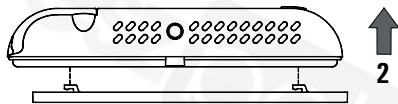

Fig. 1
- 1 Dérocher la plaque murale enfoncée sous la base du chronothermostat comme indiquée dans la Fig. 1.